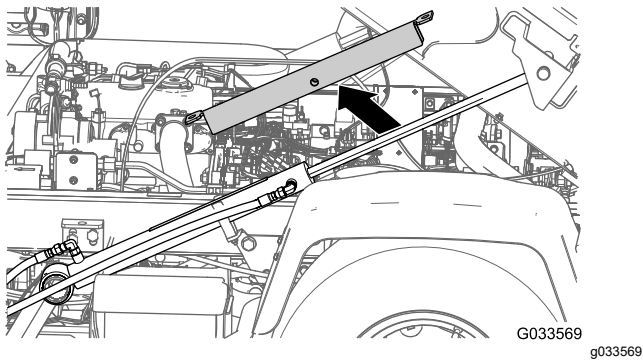
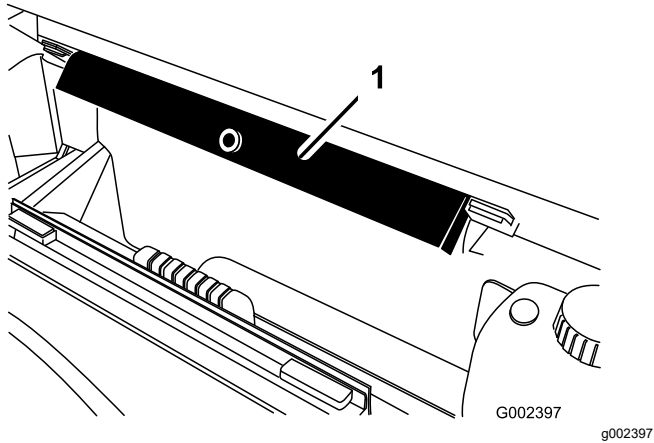

Bild 32
Bild 33
- Entfernen Sie die Ladepritschenstütze von dem Hubzylinder und lagern Sie die Stütze in den Lagerungshalterungen an der Rückseite der Überrollschutzplatte (**Bild 32** und **Bild 33**).